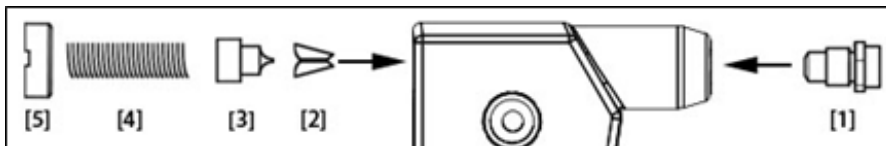
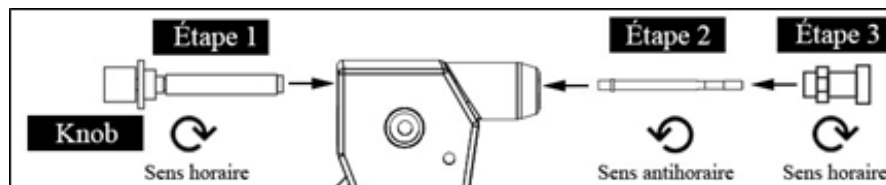

Figure 1: Installation des accessoires pour le rivet de fixation
Figure 2: Installation des accessoires pour les écrous / goujons à sertir
2. Installez les accessoires tel qu'illustré dans la Figure 1. Si nécessaire, retirez les accessoires d'écrou à sertir en suivant les étapes dans la Figure 2 dans le sens inverse.
1. Enlevez les parties du rivet en suivant les étapes dans la Figure 1 en sens inverse. Faites attention lors du retrait car le porte-mâchoire est à ressort.
2. Installez les accessoires, comme illustré dans la Figure 2. Fixez les accessoires avec la rotation appropriée comme indiqué sous chacune des accessoires. Serrez la poignée lorsque vous sécurisez le mandrin.